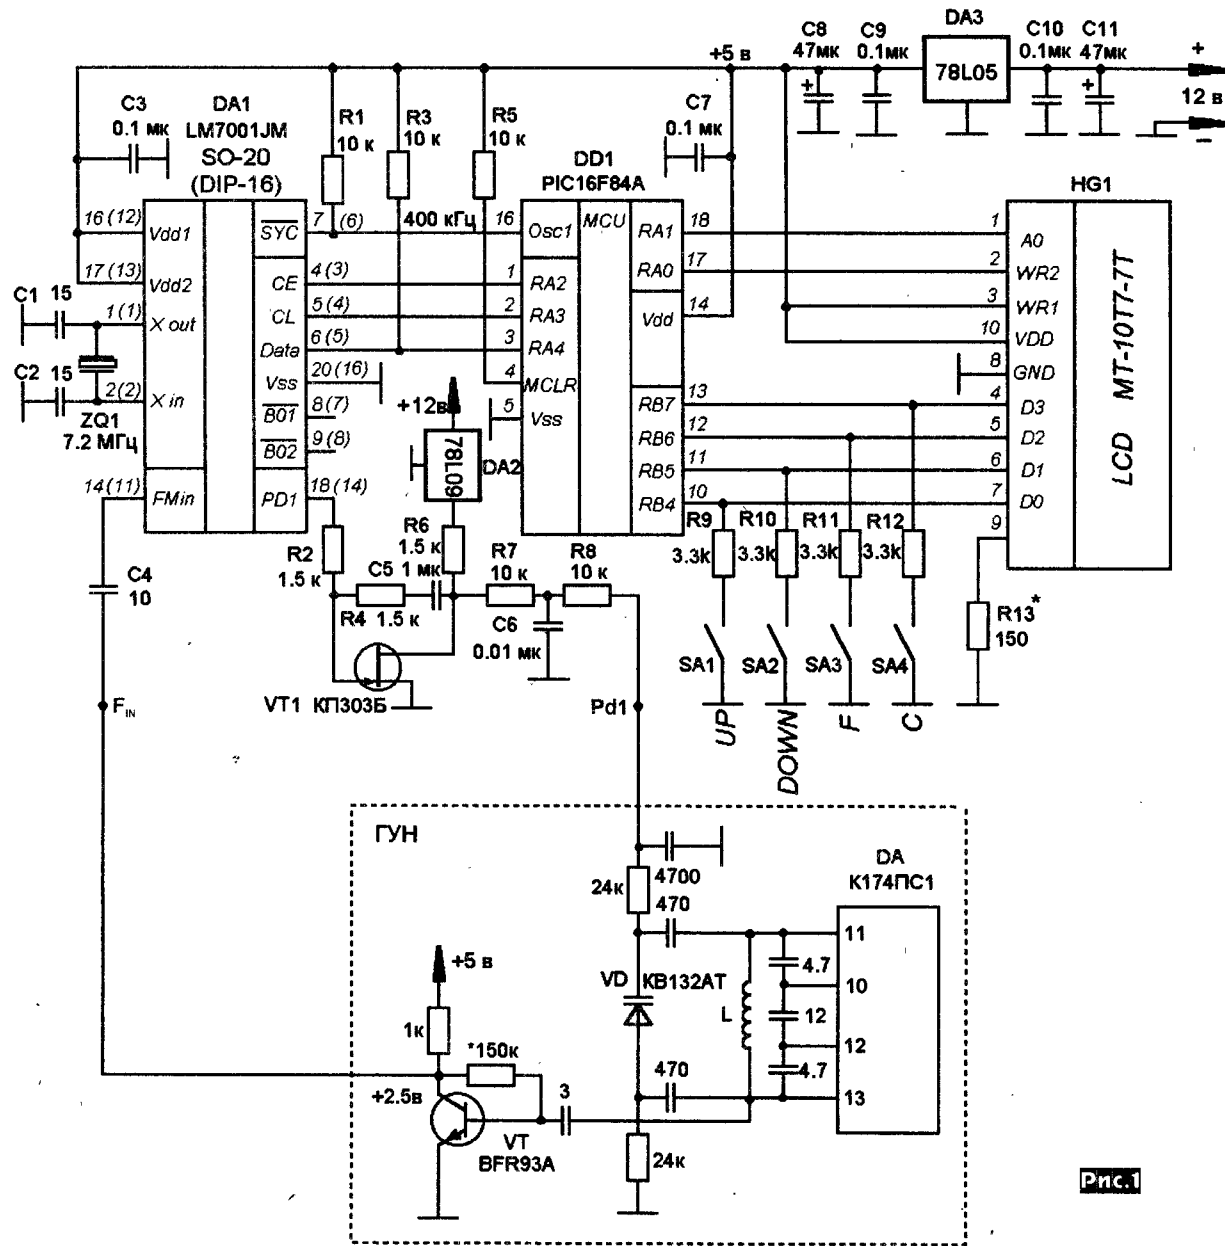

Рис.1
Принципиальная схема (рис.1) построена на основе Datasheet LM7001JM(Sanyo).pdf, mt-10t7-7t.pdf, скачанных из Интернета. Схема нарисована в редакторе sPlan 5.0 Rus и на-
Для тактирования микроконтроллера DD1 использована частота 400 кГц с внутреннего делителя DA1 LM7001J (сигнал SYC), таким образом, экономится кварц 4 МГц и два конденсатора. Схема обкатывалась на макете приемника на основе K174PC1 и TDA1083. Для развязки контура ГУНа (его схема на рис. 1 дана условно и на печатной плате не разводилась) и усиления сигнала применен буферный усилитель на транзисторе BFR93A (VT). Разумеется, можно использовать другой ГУН на микросхеме или на дискретных элементах. В качестве управляющего элемента, включенного в контур ГУНа, применен варикап KB132AT. Эти варикапы продаются в пакетиках по 3 шт. подобранные по параметрам, поэтому оставшиеся 2 можно использовать для перестройки контуров УВЧ.